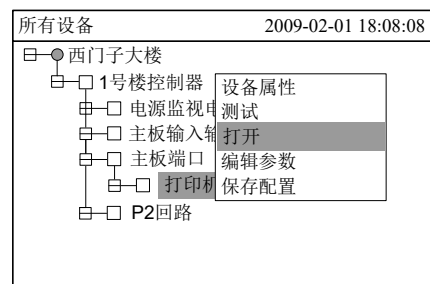

图 29-4
3. 按“→”键弹出快捷菜单 (图 29-4), 然后按“↓”键选择“打开”, 再按“OK”键, 打印机即处于打开状态。